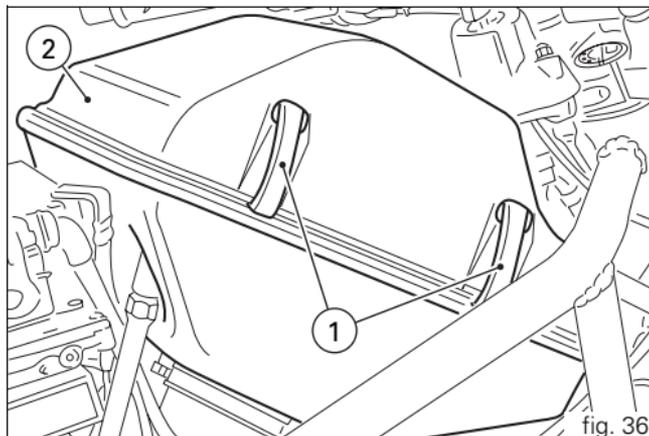

fig. 36
Pour sortir le filtre, décrocher les pattes (1) de fixation du couvercle des deux côtés du boîtier de filtre et ôter le couvercle (2, fig. 36).